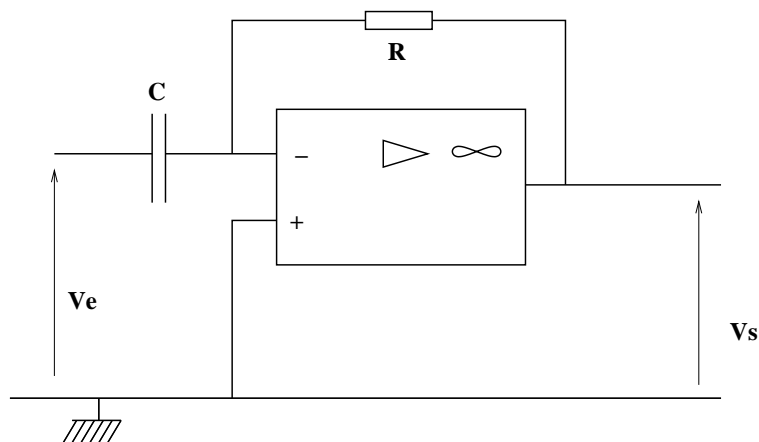

FIG. 3.4 – Montage dérivateur.
On propose le montage de la figure 3.4, sur lequel $R = 10 \text{ k}\Omega$ et $C = 220 \text{ nF}$.
- Réaliser le montage schématisé sur la figure 3.4, en incluant les appareils de mesure (ici, l'oscilloscope).